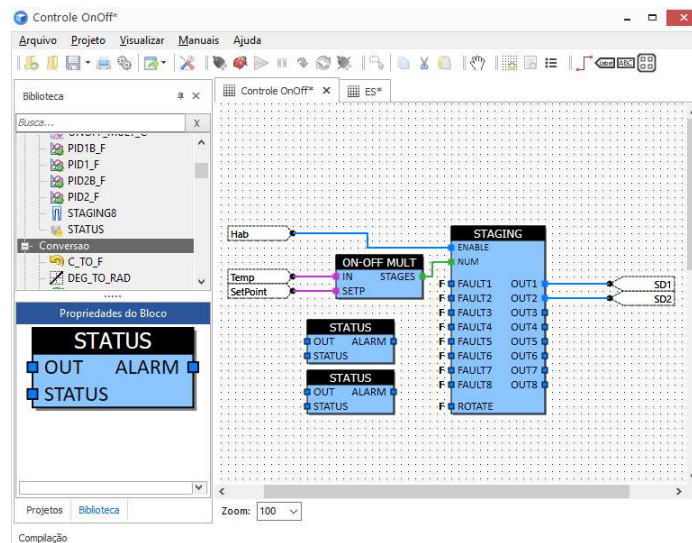

Figura 14
2. Adicione ao diagrama, dois blocos STATUS que estão localizados na categoria "Controle"; (Figura 14)